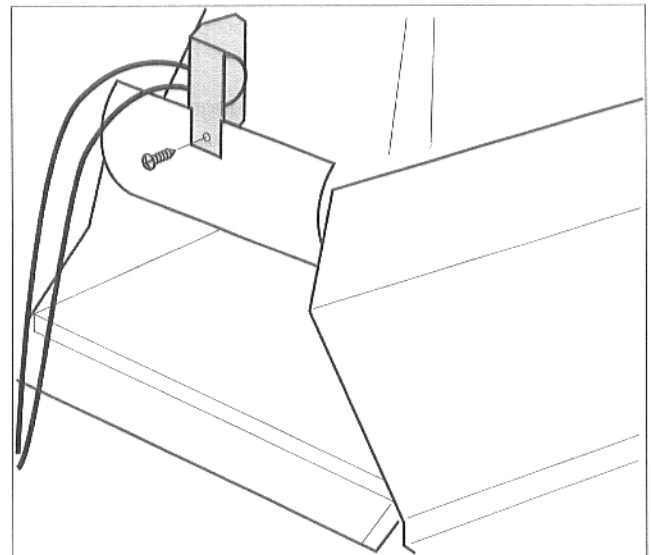

Abb. 23 Sensor abschrauben
- Sensor abschrauben (Abb. 23).